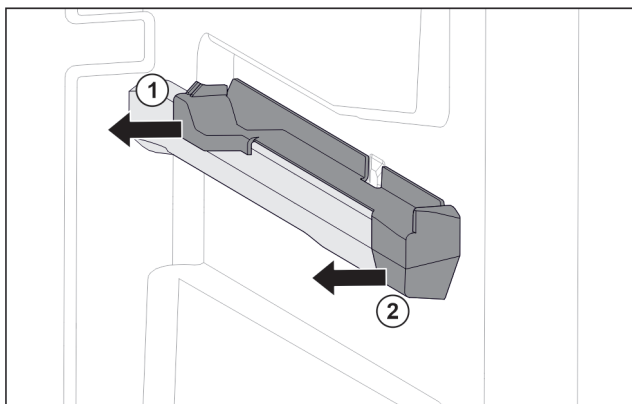

Fig. 93 Påsettsingsdel på høyre beholderribbe
- Trekk av påsettsingsdel bak til siden. Fig. 93 (1)
- Trekk av påsettsingsdel foran til siden. Fig. 93 (2)